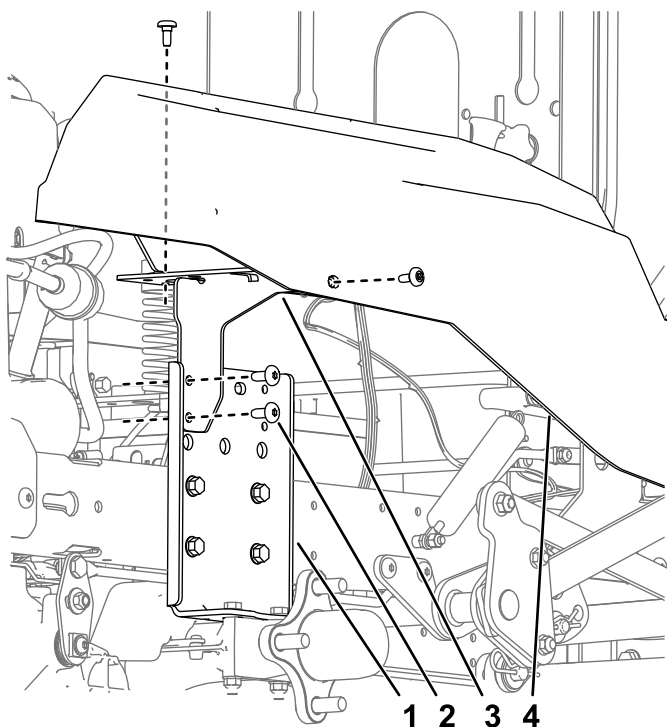

Figura 3
12. Rimuovete le staffe del guscio dalla macchina (Figura 3).